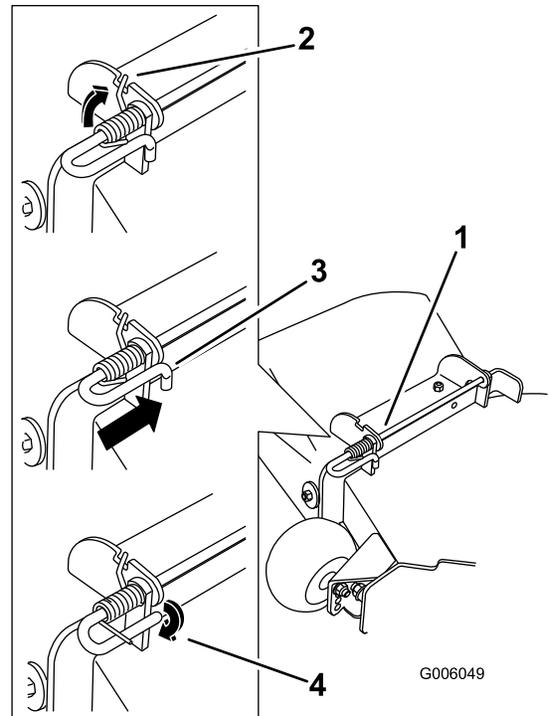

Figure 71
4. Soulevez le côté long du ressort et placez-le dans le cran du support de l'ensemble déflecteur (Figure 71).
5. Fixez l'ensemble tige et ressort en le tournant de sorte à pouvoir placer l'extrémité courte de la tige derrière le support avant soudé au tablier de coupe (Figure 71).